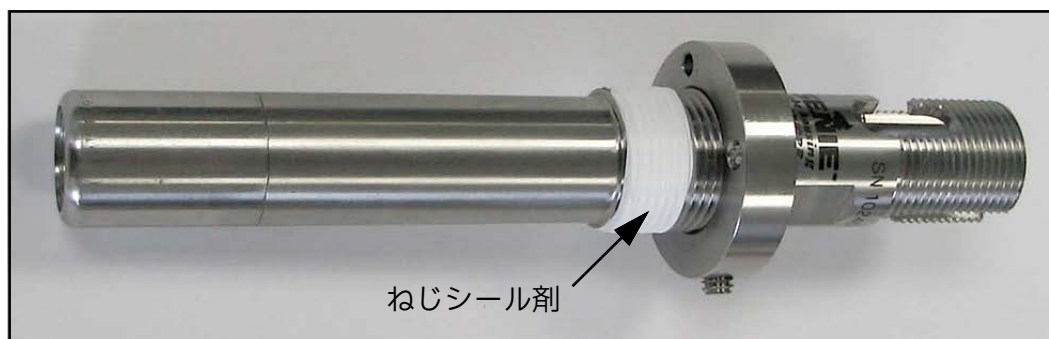

図 11: ねじシール剤の塗布
1. ロック機構を一番高い位置まで反時計方向に回します。ねじシール剤をねじの垂直スロット下のねじ切り部分に塗布します（下の図 11 を参照）。ねじシール剤がスロットの中に入り込まないようにしてください。ロック機構の動作を妨げるおそれがあります。